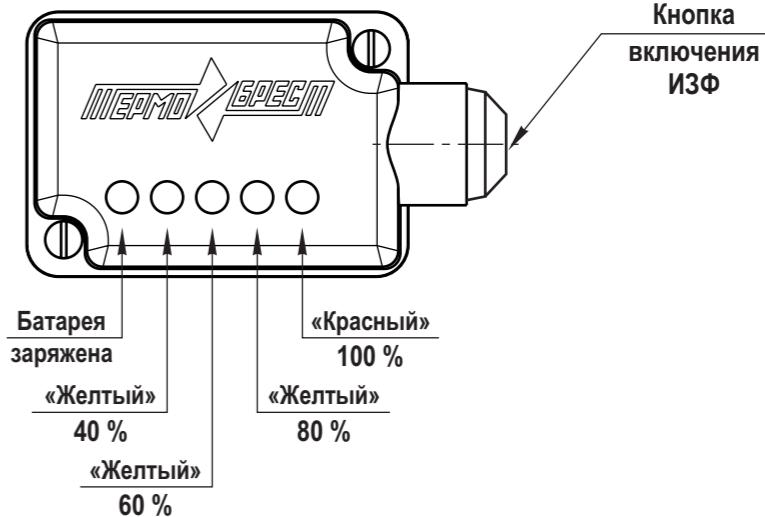

Рис. 10-47. Определение степени загрязненности по индикатору, работающему от батареи
- для индикаторов, работающих от батареи - см. рис. 10-47.